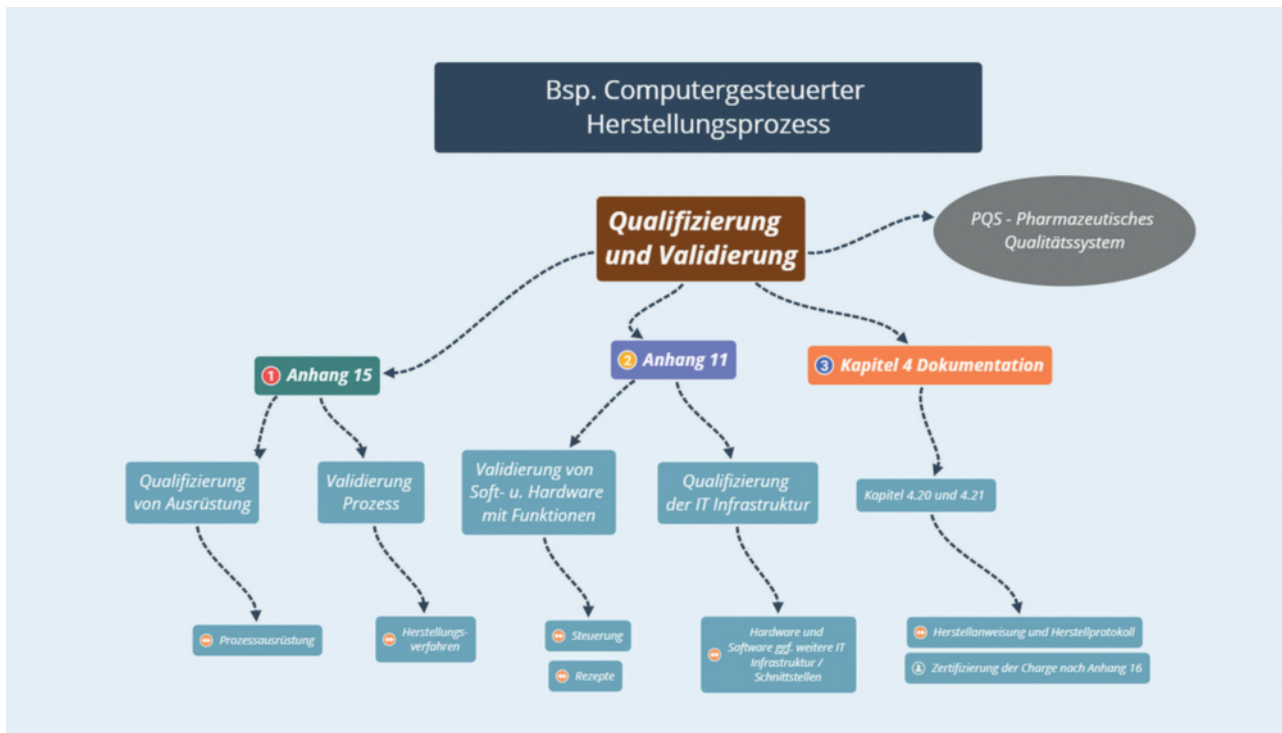

Abbildung 1: Qualifizierung und Validierung – Beispiel Herstellprozess – Anhänge 11 und 15 (Quelle: der Autor).
- der kann sich leicht in einer unbeugsamen Gegenargumentation wiederfinden: „Das haben wir aber schon immer so gemacht.“ Vielleicht gelingt es trotzdem, dass die Arbeitsgruppen und Teams beginnen in eine Richtung der Prozesse zu denken, die die arbeitsanteilige Prozess- und Verfahrensschritte und die zulassungsrelevanten Produkt- bzw. GMP-Daten beinhalten. In Abb. 1 ist die Anwendbarkeit des Anhangs 11 und des Anhangs 15 schematisch dargestellt.